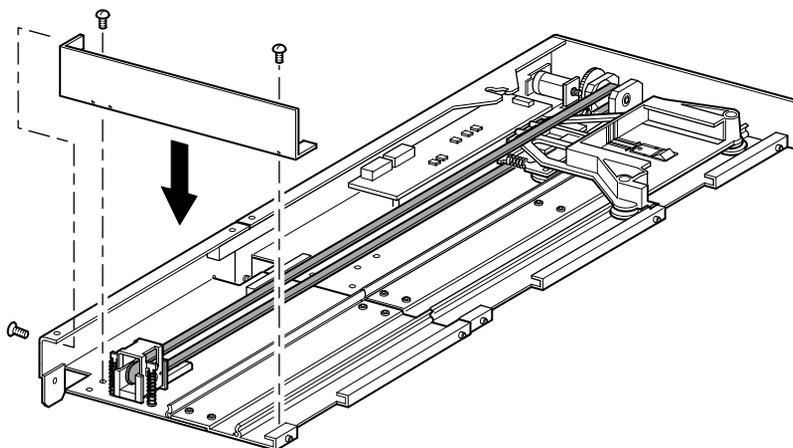

Figure 2-20. Installation de la plaque inférieure
11. Installez la plaque inférieure qui a été précédemment retirée de l'unité de base PTM à l'aide des vis de fixation qui ont été retirées (voir la Figure 2-20).